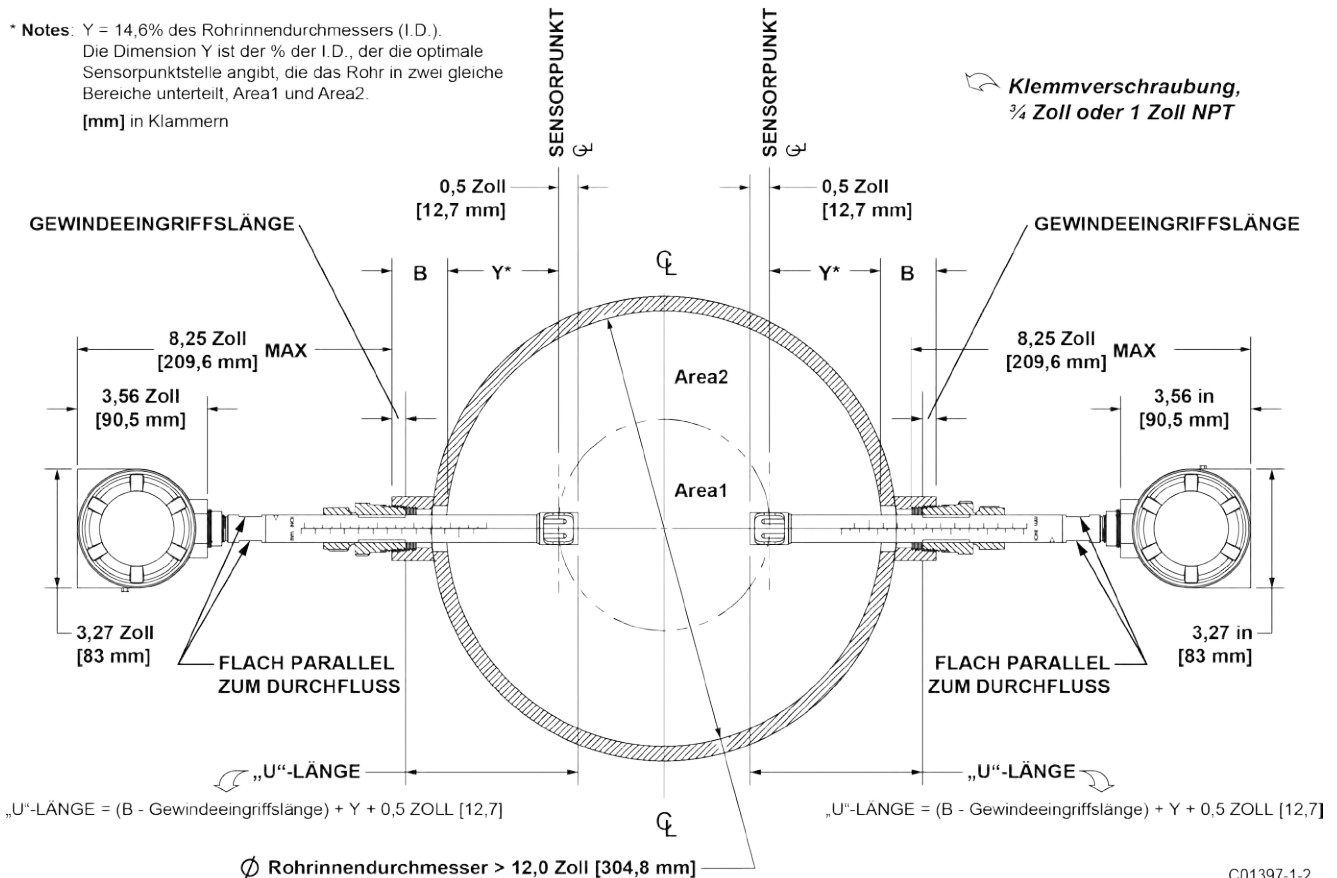

Abbildung 14 – Montage Maße für Klemmverschraubung
Ein Durchflusselement mit Klemmverschraubung wird für Mehrpunkt-Einsteckanwendungen verwendet. Die einstellbare Länge der Klemmverschraubung ermöglicht eine präzise Sensorplatzierung innerhalb des Rohres. Das Durchflusselement wird ordnungsgemäß montiert, wenn die Mitte des Sensorkopfes das Rohr in gleiche Bereiche unterteilt, wie in **Abbildung 14** unten dargestellt. Die Skala auf der Seite der Einsteckleitung gibt die Länge bis zur Spitze des Durchflusselements an.
1. Prüfen Sie die Einstecktiefe der Durchflusselement-Sonden wie in **Abbildung 14** unten dargestellt.